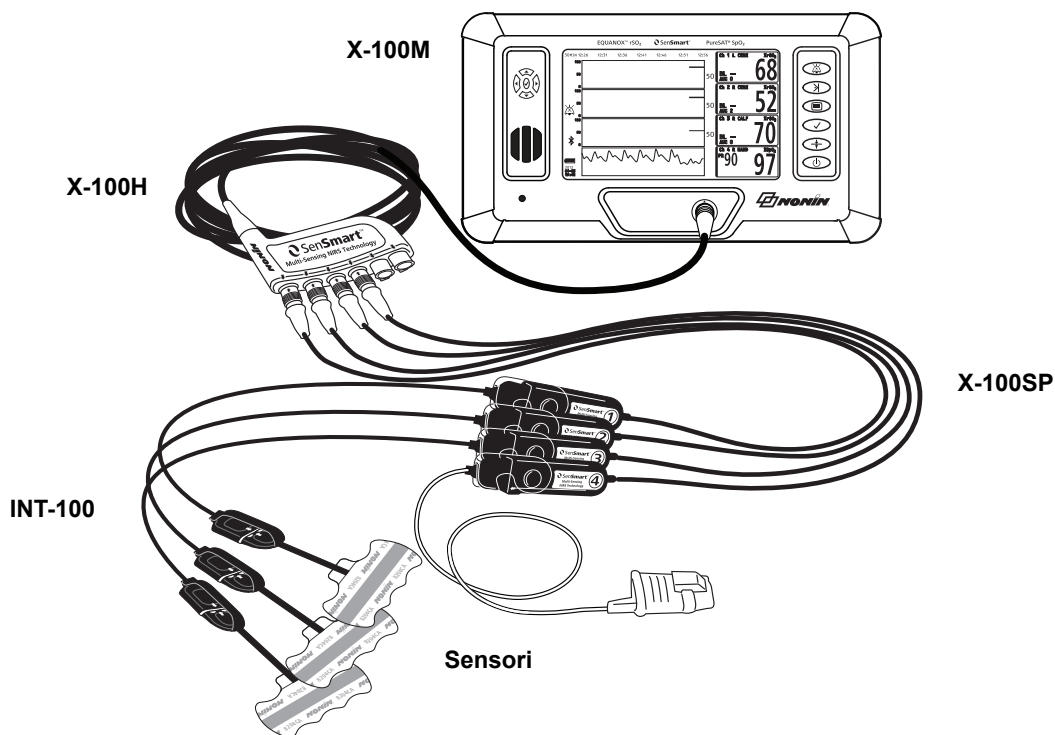

Figura 2. Configurazione del sistema (sensori per ≥ 40 kg, cavo INT-100, 4 canali collegati)
- L'esempio nella Figura 2 mostra un sistema configurato con sensori regionali per pazienti di peso pari o superiore a 40 kg. Il sensore 8204CA si collega al processore di segnale X-100SP mediante il cavo intermedio INT-100. Il sensore per pulsossimetria 8100S(X) si collega direttamente al processore di segnale.